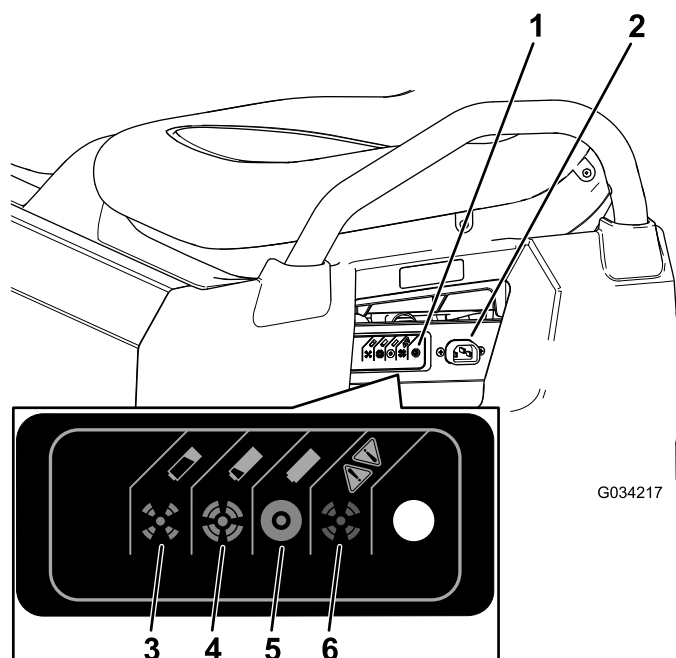

Рисунок 37
3. Подсоедините зарядный шнур типоразмера 16 (или большего диаметра), длиной 2,5 м (или более короткий) к зарядной розетке автомобиля (Рисунок 37).
Информацию о значении различных цветов индикатора статуса зарядного устройства см. в следующей таблице и на Рисунок 37.